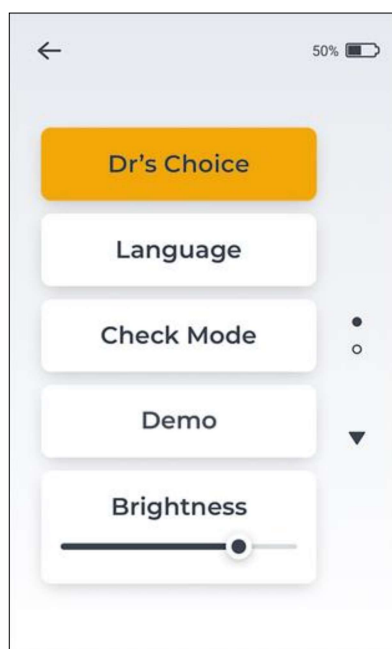
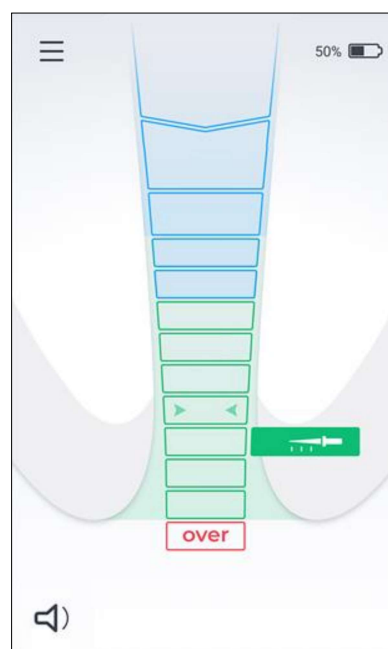

Figura 12
Figura 13
- Entre en el menú Configuración y pulse la pestaña Dr's Choice (ver Figura 12). La « Dr's Choice » se volverá naranja mientras esté activado y la línea apical de la Dr's Choice aparecerá en la pantalla (ver Figura 13).
- Para desactivar la línea apical del Dr's Choice, vaya al menú de ajustes y desactive el Dr's Choice, pulsando la pestaña del Dr's Choice (ver Figura 12).